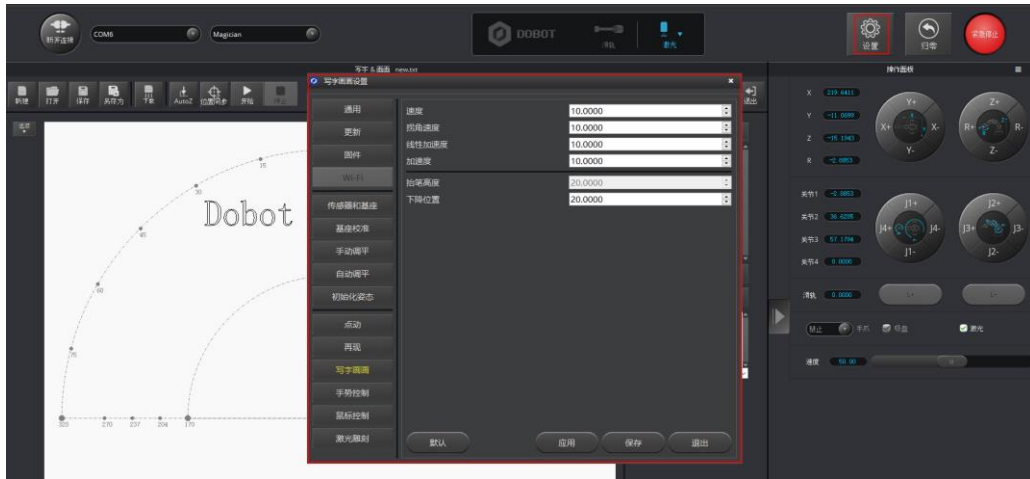

图 5.63 单击设置
1. 在“写字画画”界面 单击“设置”。如图 5.63所示。